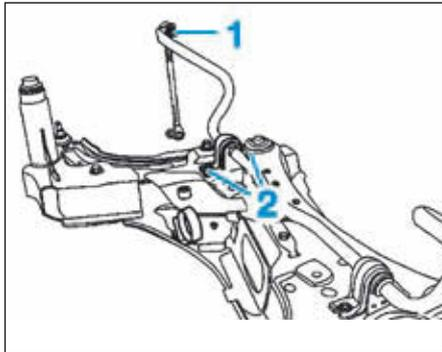

FIG.4
- les écrous des biellettes de barre stabilisatrice (1) (Fig.4),
- les vis des paliers (2),